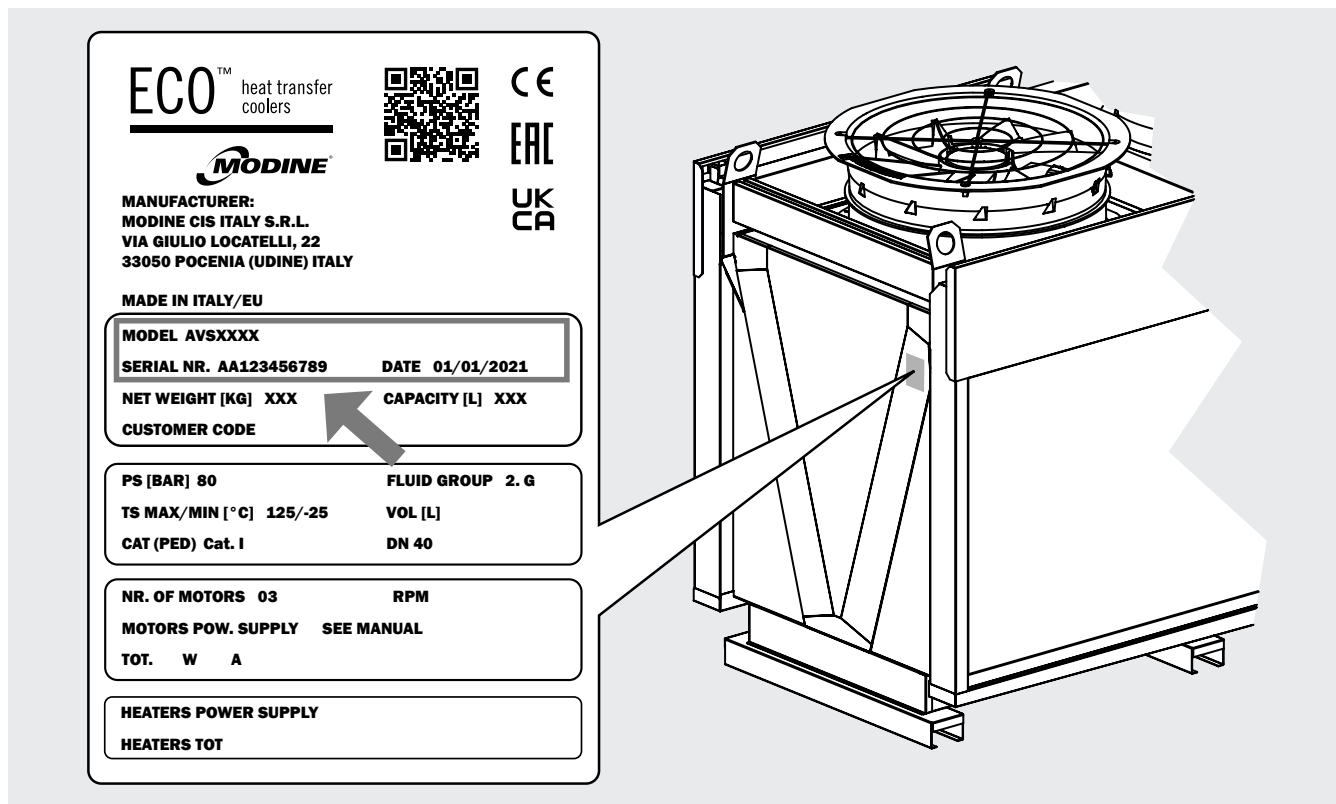

Figura 3
3.1 Para cualquier comunicación, pedido de asistencia o repuestos, suministrar el nombre del modelo y el número de serie colocado en la placa de datos, véase la Figura 3.